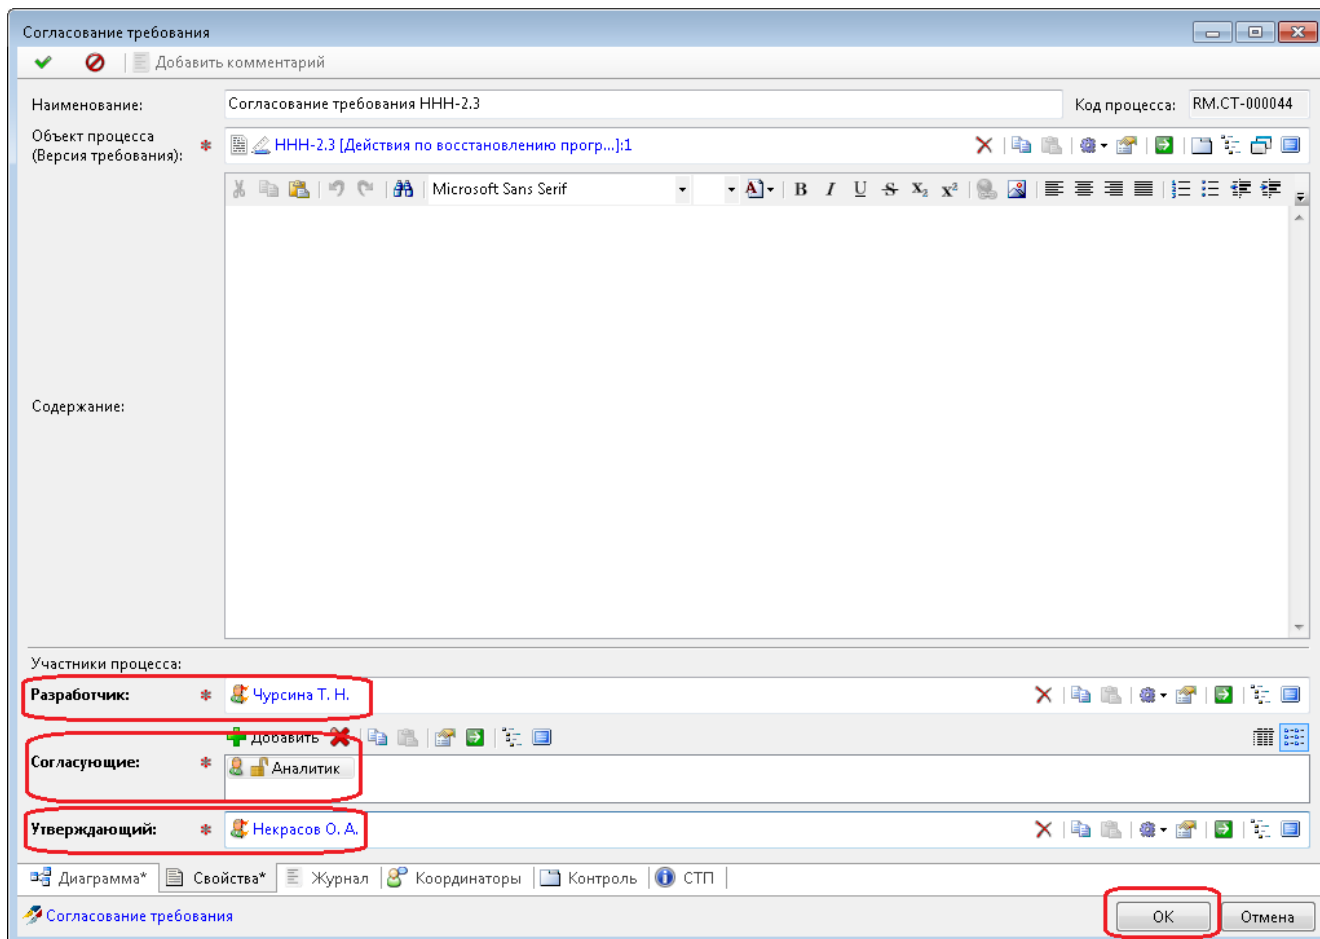

Рисунок 83 — Окно рабочего процесса согласования требования
- в открывшемся окне заполнить обязательные поля: «Разработчик», «Согласующие», «Утверждающий» (Рисунок 83);